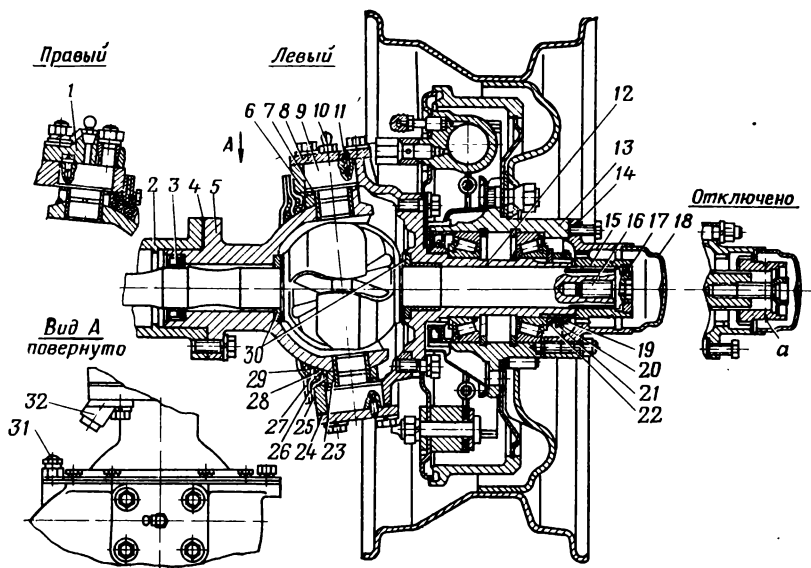
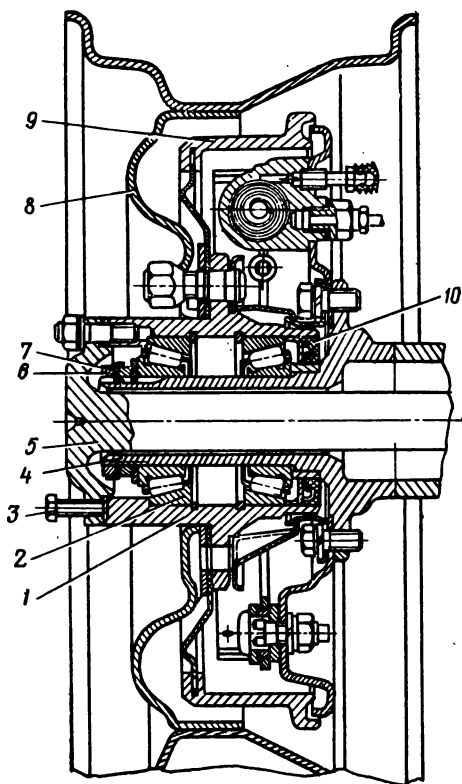

Рис. 39. Поворотный кулак:
Рис. 40. Ступица заднего колеса:
Устройство поворотного кулака в сборе показано на рис. 39. К кожуху полуоси пятью болтами привернута шаровая опора с запрессованными в нее втулками шкворней. На шаровой опоре посредством двух шкворней установлен корпус поворотного кулака и тормозной щит.
В конструкции переднего ведущего моста предусмотрено отключение колес. Для этого на шлицевом конце кулака установлена муфта 15 (рис. 39), которая находится в зацеплении с ведущим фланцем ступицы колеса.
Для отключения колес необходимо снять защитный колпак 18 и, вывертывая болт 16 из кулака, вывести муфту из зацепления с ведущим фланцем. Чтобы обеспечить необходимые зазоры между торцами зубьев муфты и ведущего фланца и между торцом муфты и защитным колпаком, муфта выдвигается до совпадения сигнальной канавки на поверхности муфты с торцом ведущего фланца, как это показано на рис. 39. От самопроизвольного вращения болт стопорится шариком с пружиной 17.
2. Снять фланец ступицы переднего колеса (рис. 39), для заднего колеса вынуть полуось (рис. 40).